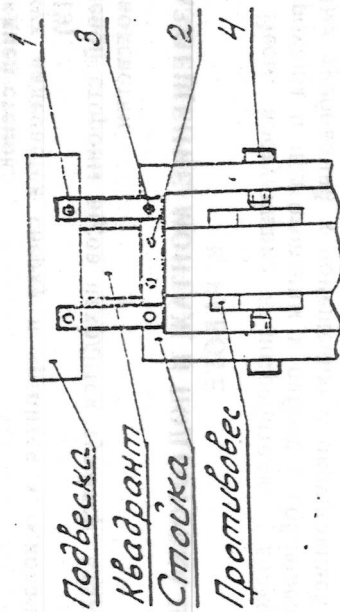

Рис. 3
5.2.4. Освободите квадрант и подвеску от транспортного приспособления и снимите транспортное приспособление в соответствии со схемой (рис. 3) в следующем порядке: